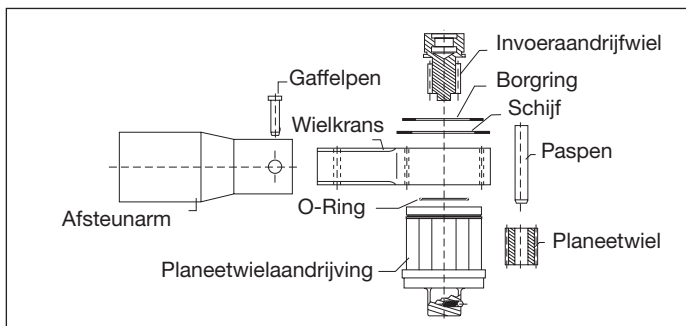

Fig. 4
1. Verwijder de borgring en schijfjes (fig. 4) uit de invoerkant van de krachtvermeerderaar.
3. Verwijder het invoerdrijf wiel uit de tandwielkastassemblage met trek- en draaibewegingen. Gebruik een mechanisch of hydraulisch persapparaat voor het verwijderen van de paspennen uit de planetaire tandwielen (fig. 4).